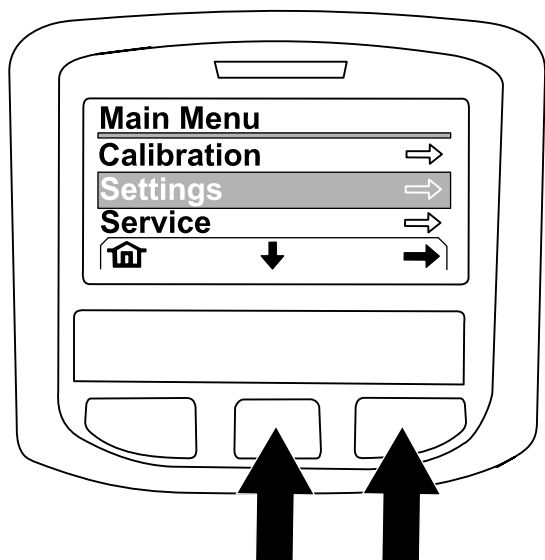

Figura 225
4. No ecrã de MENU PRINCIPAL, pressione o botão central para navegar até à opção de DEFINIÇÕES e pressione o botão direito para selecionar a opção (Figura 225).